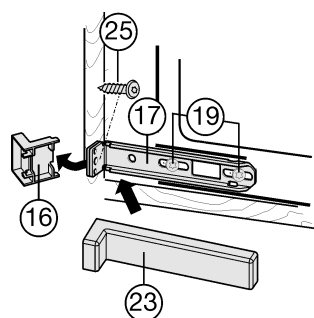

Fig. 18
- ▶ Desserrer un peu les vis Fig. 18 (19).
- ▶ Visser l'étrier Fig. 18 (17) inférieur à l'aide d'une vis à panneaux de particules Fig. 18 (25)  $\varnothing 4 \times 19$  sur la paroi du meuble.
- ▶ Casser l'extrémité du cache Fig. 18 (16) qui dépasse. Elle ne sera plus utile.
- ▶ Bien serrer les vis Fig. 18 (19).
- ▶ Remettre le cache Fig. 18 (23) sur l'étrier Fig. 18 (17) inférieur.